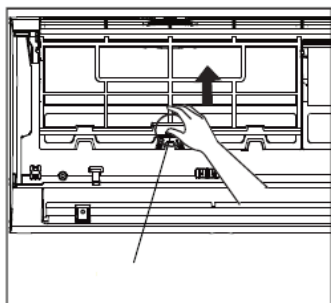
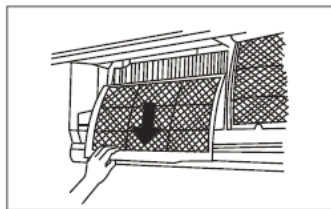

fig. 14 -
fig. 15 -
3. Rimuovere i filtri spingendo in alto le linguette centrali fino a che si liberano dal fermo e sfilarli tirandoli verso il basso ("fig. 14 -" e "fig. 15 -")